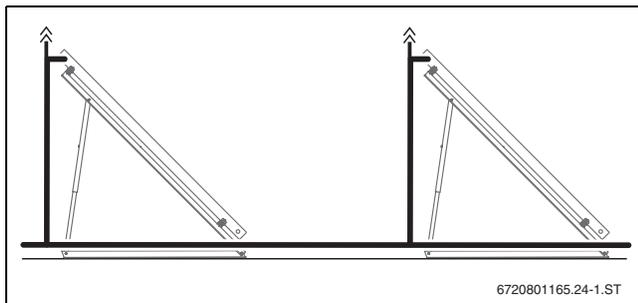

Bild 10 Mehrere parallel geschaltete Kollektorreihen mit zusätzliche Entlüfter (Vorlaufleitung)
- Bei mehreren parallel geschalteten Kollektorreihen auf Flachdächern sowie bei Anlagen mit Solarstation KS0150 an jeder Kollektorreihe einen Entlüfter montieren (→ Bild 10).